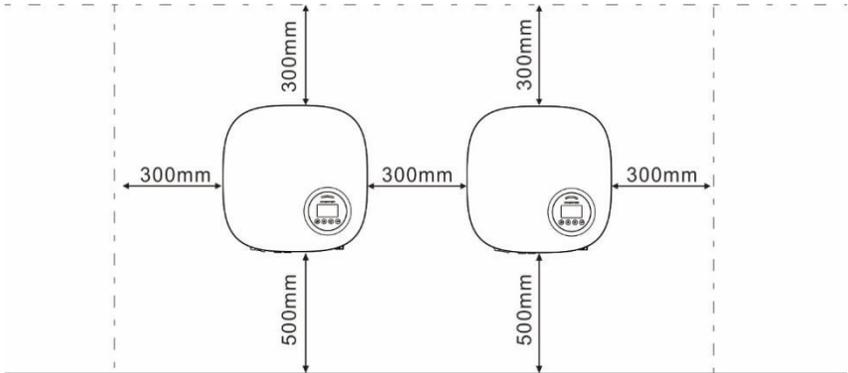

Figura 4.2 Distâncias de montagem do(s) Inversor(es)
1. De acordo com a figura 4.2, selecione a altura de montagem do suporte e marque os furos de montagem. Para paredes de tijolo, a posição dos furos deve ser adequada para os parafusos de expansão.